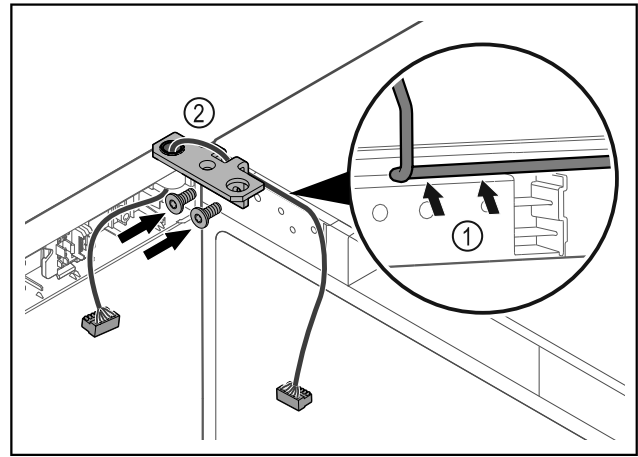

Fig. 38
- ▶ Проведите кабель через отверстие в шарнирном уголке и аккуратно уложите его Fig. 38 (1).
- ▶ Привинтите шарнирные уголки Fig. 38 (2).